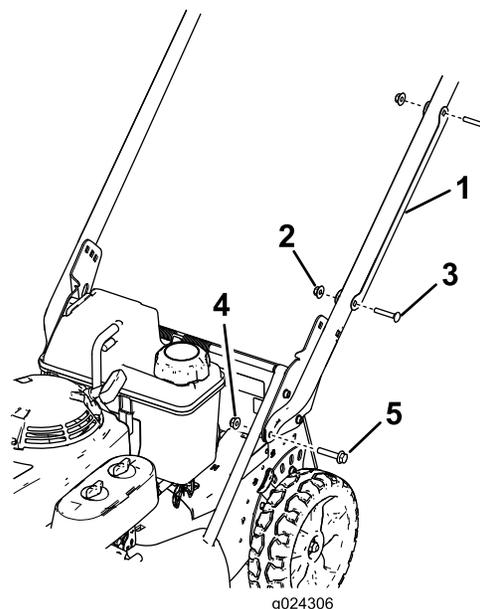

Figure 3
1. Déposez le protège-câble du guidon (Figure 3) en retirant les 2 boulons de carrosserie et les 2 contre-écrous qui le fixent au guidon.
hexagonale (5/16 x 1½ po) et de 2 écrous à embase (5/16 po), comme montré à la Figure 3.
6. Positionnez le protège-câble sur le guidon en recouvrant le(s) câble(s), et fixez-le solidement au guidon au moyen des 2 boulons de carrosserie et des 2 contre-écrous retirés précédemment (Figure 3).